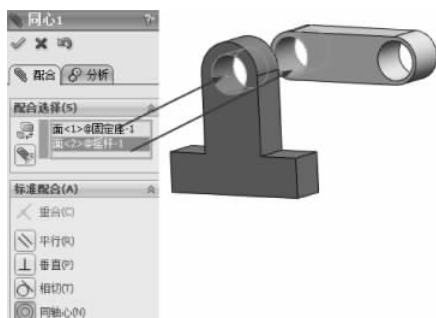

图 3-170 同轴心配合
(2) 单击【装配体】工具栏中的【配合】按钮 , 弹出【配合】的属性设置。选择【标准配合】选项组下的【同轴心】配合类型 , 在【要配合的实体】选择框  中选择如图 3-170 所示的面, 其他保持默认, 单击【确定】按钮 , 完成同轴心配合。